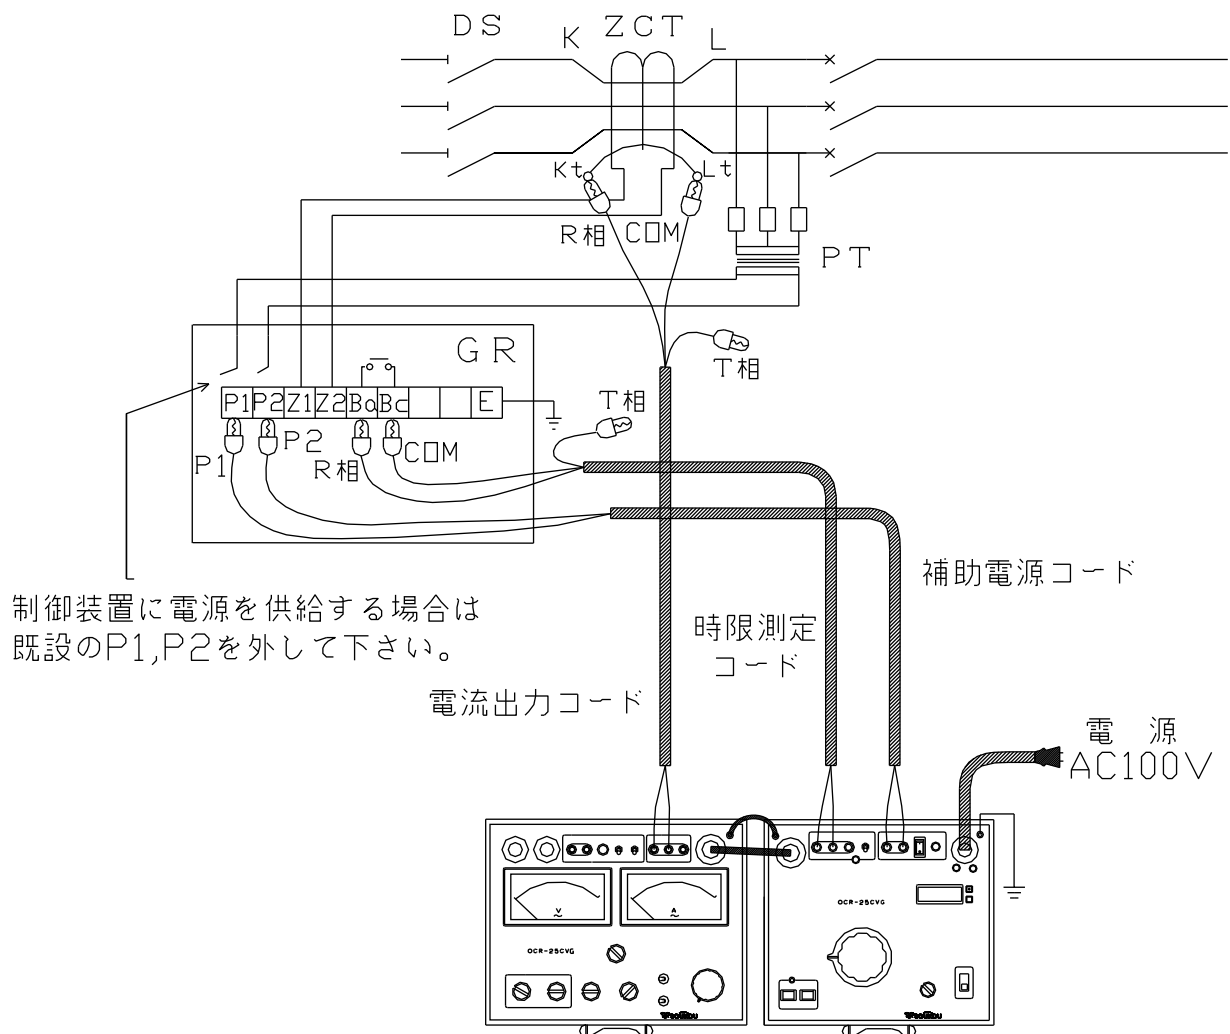

図14：試験回路図一電気室の単体試験（停電状態）
7. 以上のような点を注意し、試験回路を構成します。(図14,15)